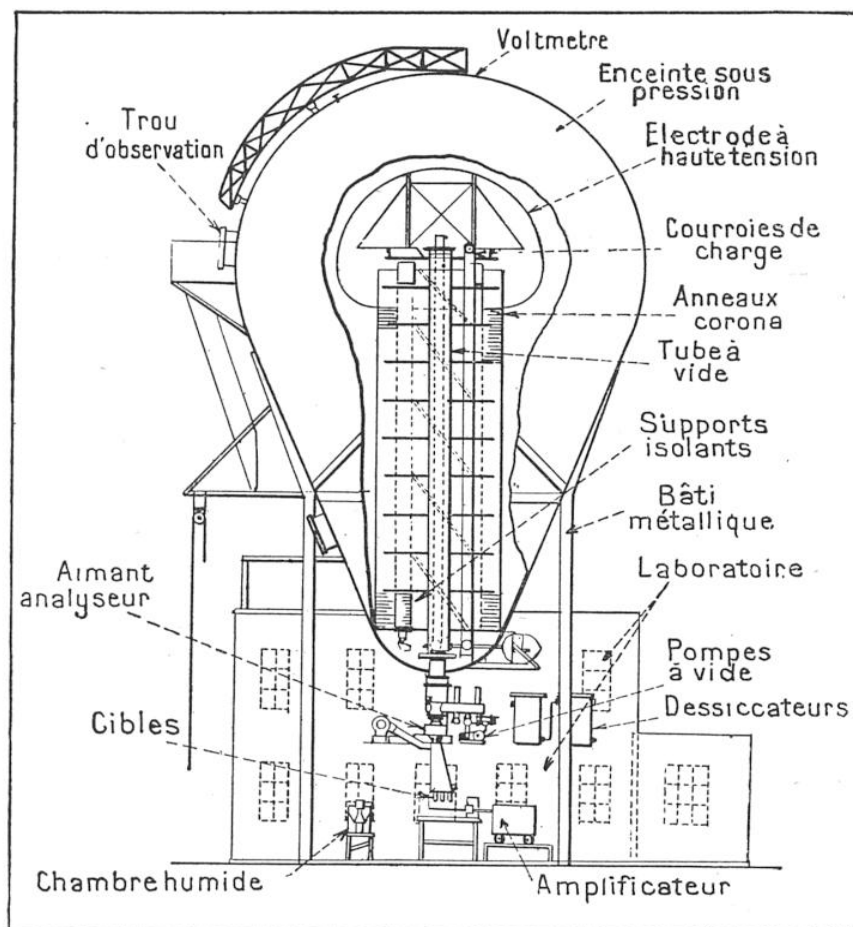

FIG. 18. — COUPE SCHÉMATIQUE DU GRAND GÉNÉRATEUR ÉLECTROSTATIQUE SOUS PRESSION DES LABORATOIRES « WESTINGHOUSE »
a) Les générateurs à haute tension, qui réalisent *directement* plusieurs milliers de kilovolts (fig. 18, 19, 20 et 21) ;